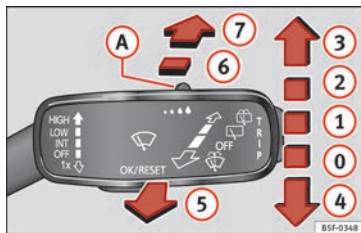

Fig. 139 Le levier d'essuie-glace.
– Si vous souhaitez simplement laver **brèvement** le pare-brise, déplacez le levier vers le bas jusqu'à la position **4** » fig. 139.
– Déplacez le levier jusqu'en position **1** » fig. 139.
– Déplacez le levier jusqu'en position **2** » fig. 139.
– Déplacez le levier jusqu'en position **3** » fig. 139.
– Tirez le levier vers le volant, sur la position **5** » fig. 139, pour que le lave-glace et les essuie-glace fonctionnent.
- Poussez le levier vers l'avant jusqu'en position ⑥ » fig. 139 et l'essuie-glace arrière s'enclenche toutes les 6 secondes.
- Poussez complètement le levier vers l'avant en position ⑦ » fig. 139 pour faire fonctionner simultanément l'essuie-glace arrière et le système de liquide lave-glace arrière.
- Lâchez le levier. Le système de liquide lave-glace arrière cesse de fonctionner, alors que l'essuie-glace arrière continue à fonctionner pendant 1 à 3 balayages (en fonction du temps de fonctionnement du gicleur). **En le relâchant, le levier reste sur la position ⑥.**
- Déplacez le levier jusqu'à la position ① » fig. 139.
Lorsque les feux de croisement ou de route sont allumés, si vous déplacez le levier sur la position ⑤ » fig. 139, les lave-phares s'enclenchent brièvement. Les lave-phares s'enclenchent également toutes les dix activations du système de liquide lave-glace.